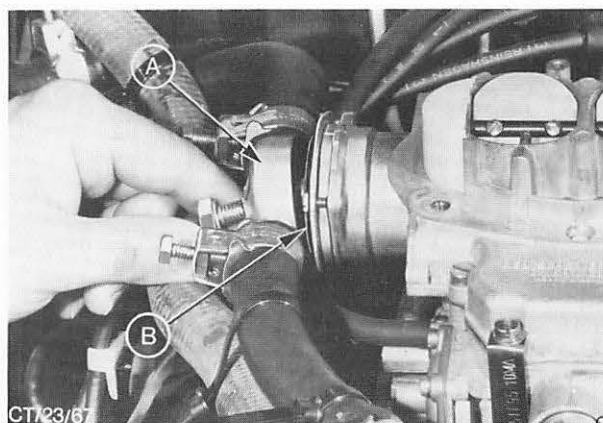

Abb. 98 Äußeres Wassergehäuse der Startautomatik abbauen.
5. Äußeres Wassergehäuse der Startautomatik nach Entfernen der mittleren Halteschraube abbauen und so hoch wie möglich vom Vergaser weglegen. Abb. 98.
14. Äußeres Wassergehäuse der Startautomatik anbauen, dabei den O-Ring auf einwandfreien Zustand prüfen und ggf. erneuern. Abb. 98.